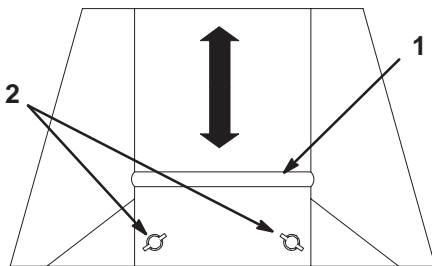

Bild 7
2. Lösen Sie die 2 Muttern an der Rasenzustandsplatte und schieben Sie die Platte nach oben, wenn Sie kurzes, trockenes Gras schneiden. Schieben Sie die Platte nach unten, wenn Sie langes, feuchtes Gras schneiden (Bild 7).